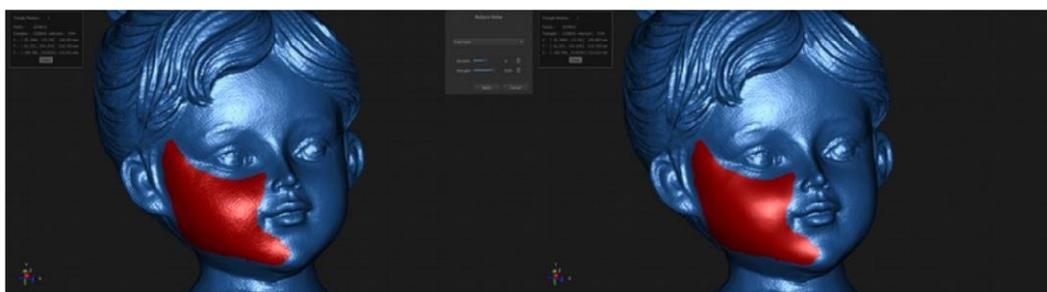

Рисунок 60: пример команды «Reduce Noise» («Снизить шум»), выполненный на выбранном участке объекта.
**СОВЕТ:** При выборе какого-либо участка на поверхности сетки команда для снижения шума будет применяться только на выбранном участке (см. Рис. 60).